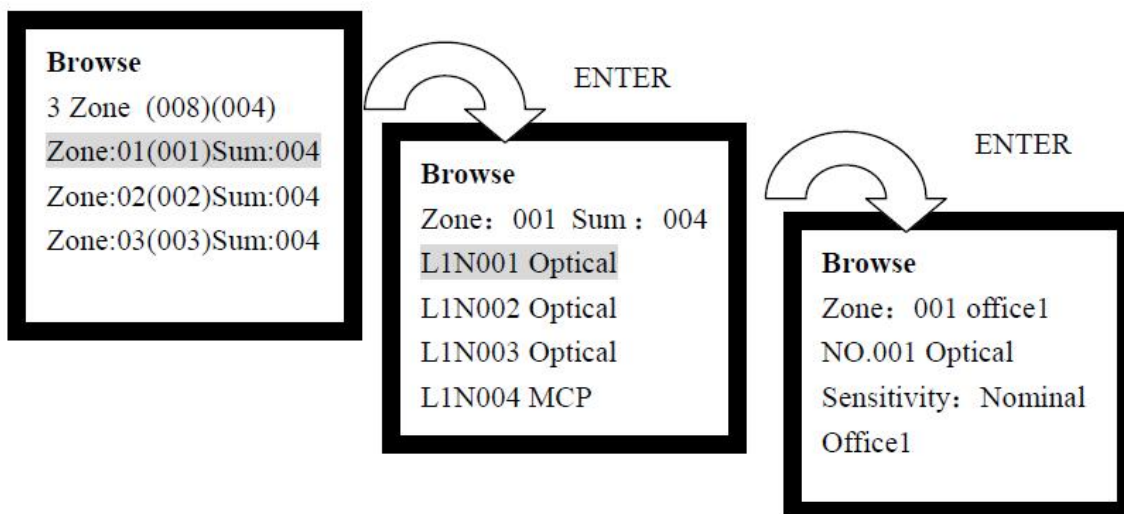

Рис. 6-5
• Нажимая клавишу №2 “2. **Zone Devices**”, Вы можете посмотреть состав оборудования зоны, см. рис. 6-5.